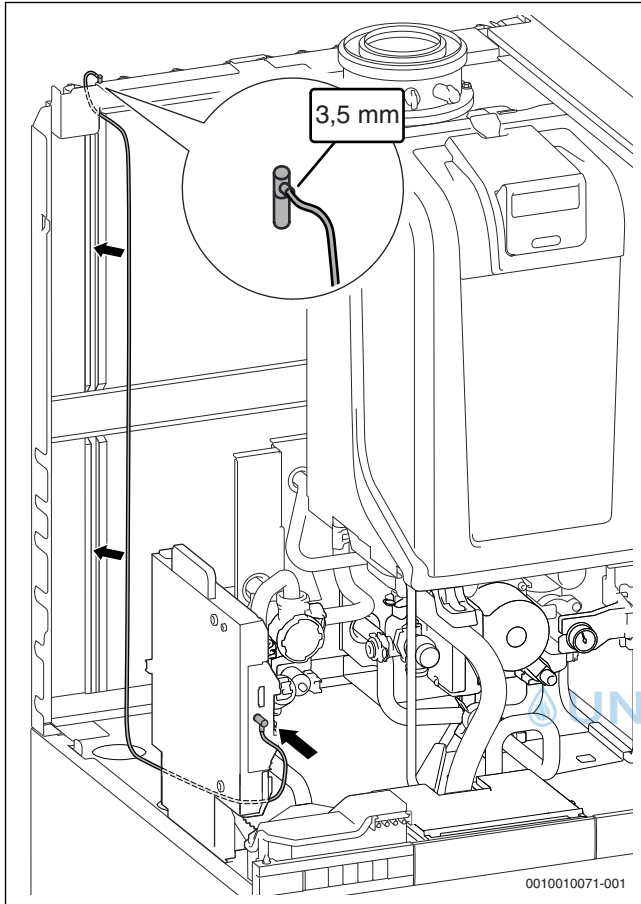

Bild 199 Anschluss und Verlegung des Kabels an Junkers MB LANi
- Kabel für den Anschluss von Junkers MB LANi aus dem Lieferumfang entsprechend Bild 199 verlegen.